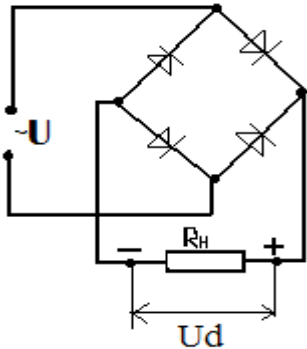

Рис. 103
5. Составляем схему мостового выпрямителя (рис. 103). В этой схеме каждый из диодов имеет параметры диода КД202Н: $I_{доп} = 1 \text{ А}; U_{обр} = 500 \text{ В}$.